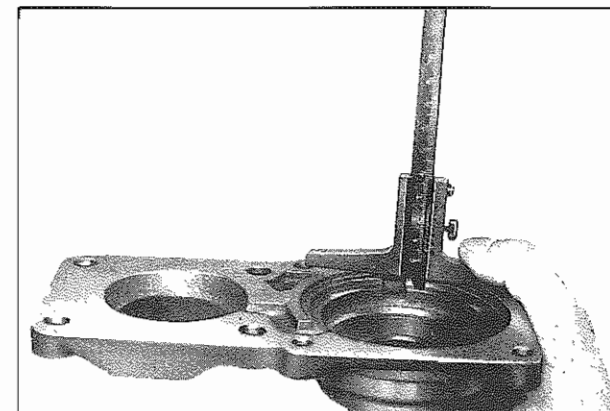

Fig. 56 - Flangia di guida
- Misurare la profondità della corrispondente gola nella flangia di guida **(Fig. 56)**.
- Determine depth of pertinent recess in guide flange **(Fig. 56)**.